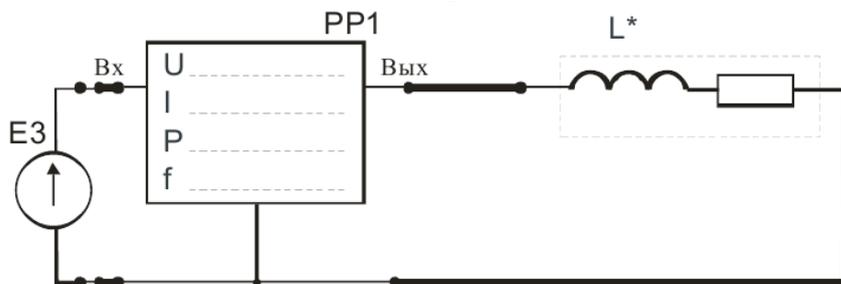

Рис. 3
2.4. Для определения параметров реальной катушки индуктивности собрать схему по рис. 3. В качестве исследуемой катушки  $L^*$  использовать катушки  $L1$ ,  $L2$  стенда или их последовательное соединение ( $L1+L2$ ) в соответствии с заданным вариантом (табл. 3).